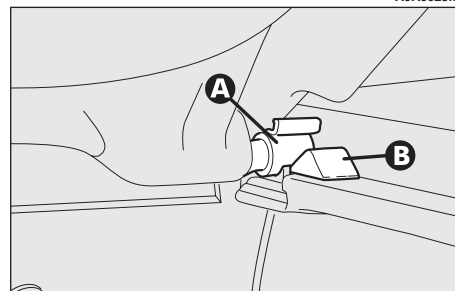

fig. 21
- liberare i perni (**A**-fig. 21) posti all'esterno del ripiano dalle relative sedi (**B**) ricavate nei supporti laterali, quindi rimuovere il ripiano verso l'esterno.